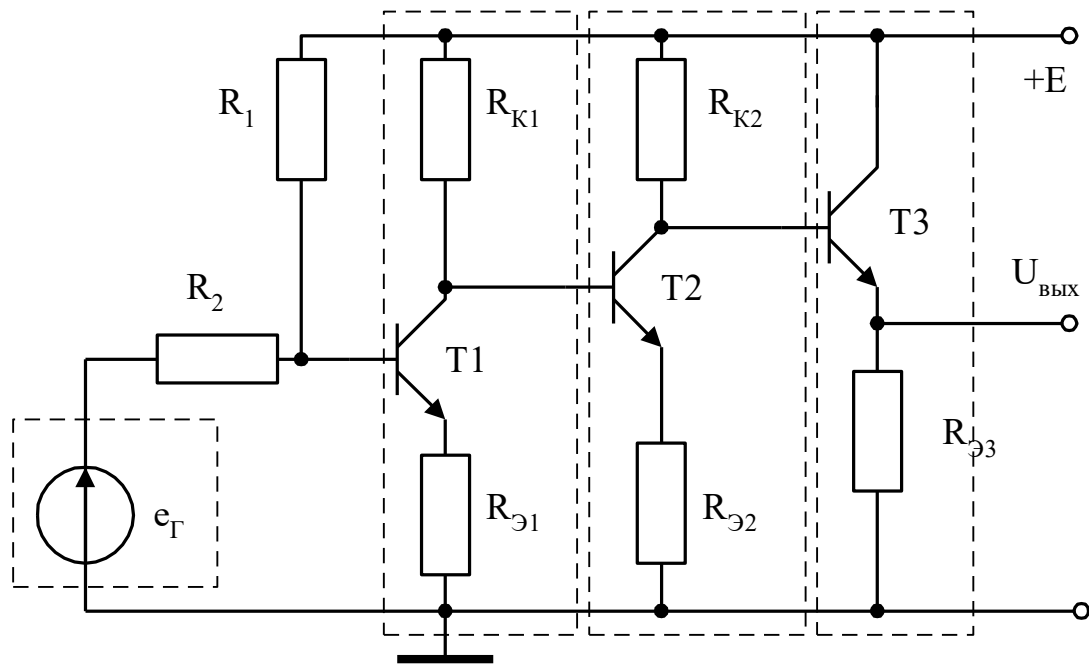

Рисунок 3. Трехкаскадный УПТ.
- схема УПТ (рис.3) и тип используемых транзисторов (табл. 2);